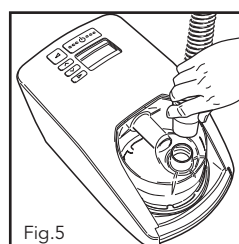
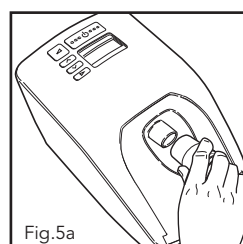

Fig.5
Fig.5a
4. Un extremo del tubo contiene un conector plástico blanco. Colocar este conector en la salida que se encuentra en la parte superior de la cámara (Fig. 5) o en la salida CPAP (Fig 5a)